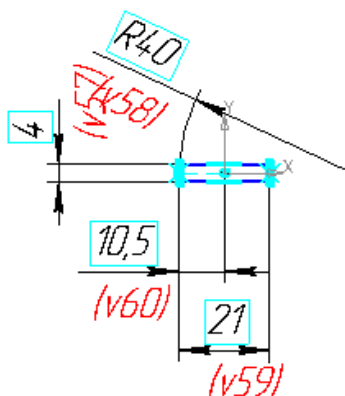

Рис. 11.9. Эскиз2
8. Выберите Плоскость 4, войдите в режим создания эскиза, постройте эскиз 7 согласно рис. 11.9.